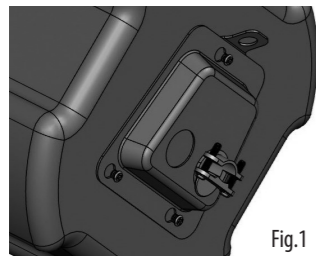
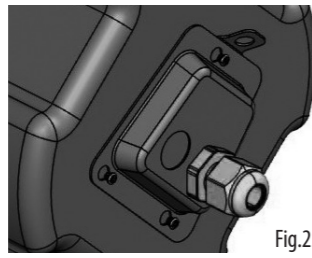

Fig.1
Fig.2
1. Contrassegnare l'area ritagliata sul soffitto tracciando intorno al modello fornito. (Fig. 1)
2. Ritaglia il foro nel soffitto usando una sega a disco, quindi fai scorrere l'anello a C nel soffitto, allineandolo al foro ritagliato. (Fig.2)
1. Inchioda o avvita l'anello di gesso ai travetti. (Fig. 1)
3. Ritaglia il foro nel soffitto usando una sega a disco. (Fig.2)
2. Gli altoparlanti vengono forniti con un pressacavo standard per altoparlanti (Fig.1) e un pressacavo opzionale per applicazioni EN5424 (Fig.2). (Si prega di notare che la EN5424 non copre i subwoofer CVS 801S e CVS801SLZ.)